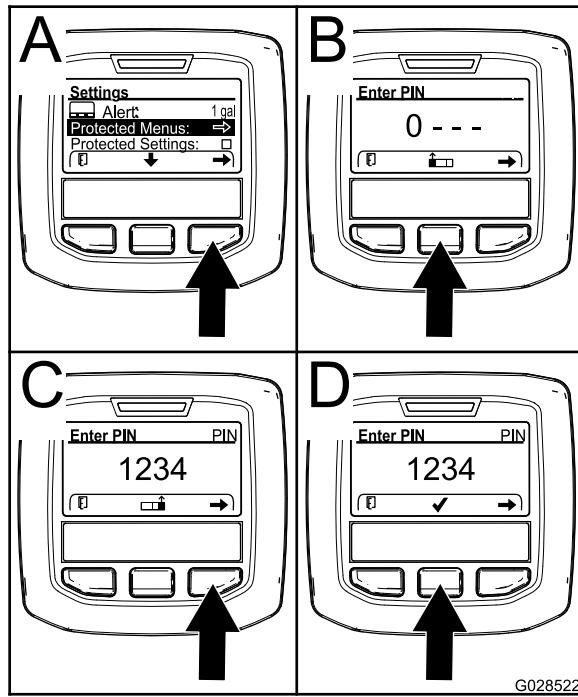

Bild 70
- Hinweis:** Das Häkchen-Symbol wird über der mittleren Auswahltaste angezeigt (D in Bild 70).